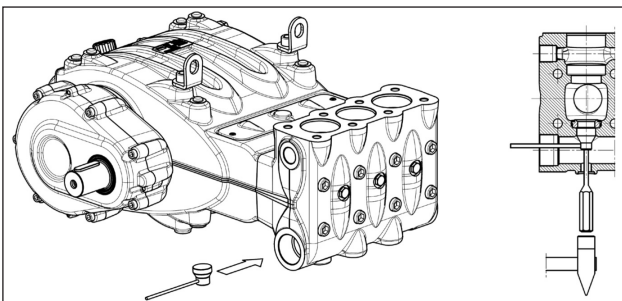

Abb. 102
**Sollte der Ausbau der Saugventilgruppe mit großen Schwierigkeiten verbunden sein (z. B. aufgrund von Verkrustungen nach längerem Stillstand der Pumpe), verwenden Sie den Abzieher Art. 27516200 (Pos. ①, Abb. 102) und gehen Sie lt. Anweisungen vor.**